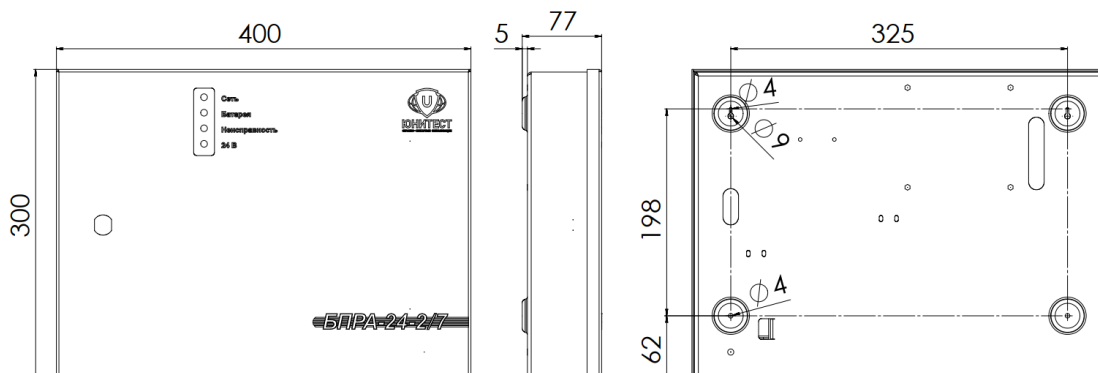
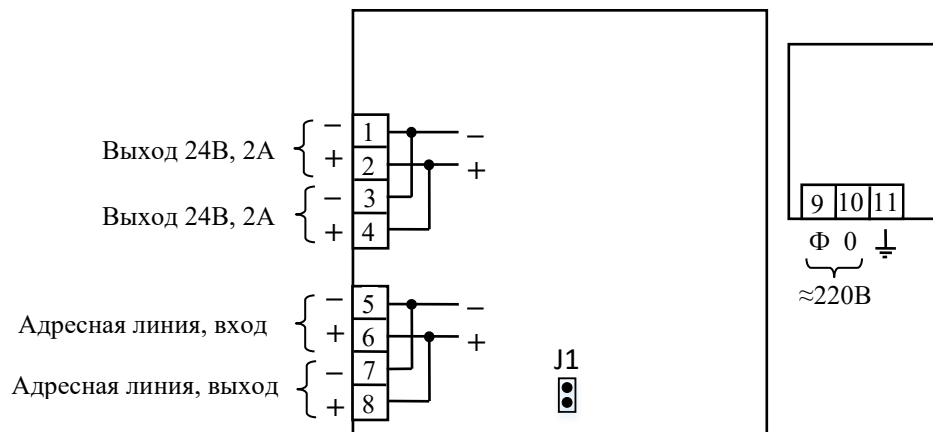

Рис.1. Габаритные и установочные размеры БПРА.
Рис.2. Схема подключения БПРА.
2.1.1. При проектировании размещения устройств пожарной автоматики необходимо руководствоваться Сводом правил СП 484.1311500.2020. Габаритные и установочные размеры БПРА показаны на рис.1, принципиальные схемы подключения – на рис.2.
2.2.1. БПРА (см. рис.2) поставляется с установленными джампером 1 (программирование адреса).